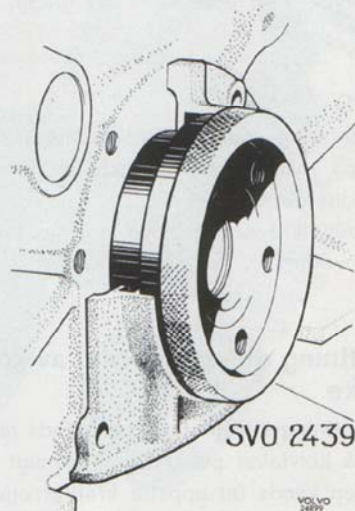

Bild 46. Centrerings av bakre tätningsfläns (med filtring)
3. Centra flänsen med centerhylsa 2439, bild 46. Vrid hylsan runt under fastdragning av skru-